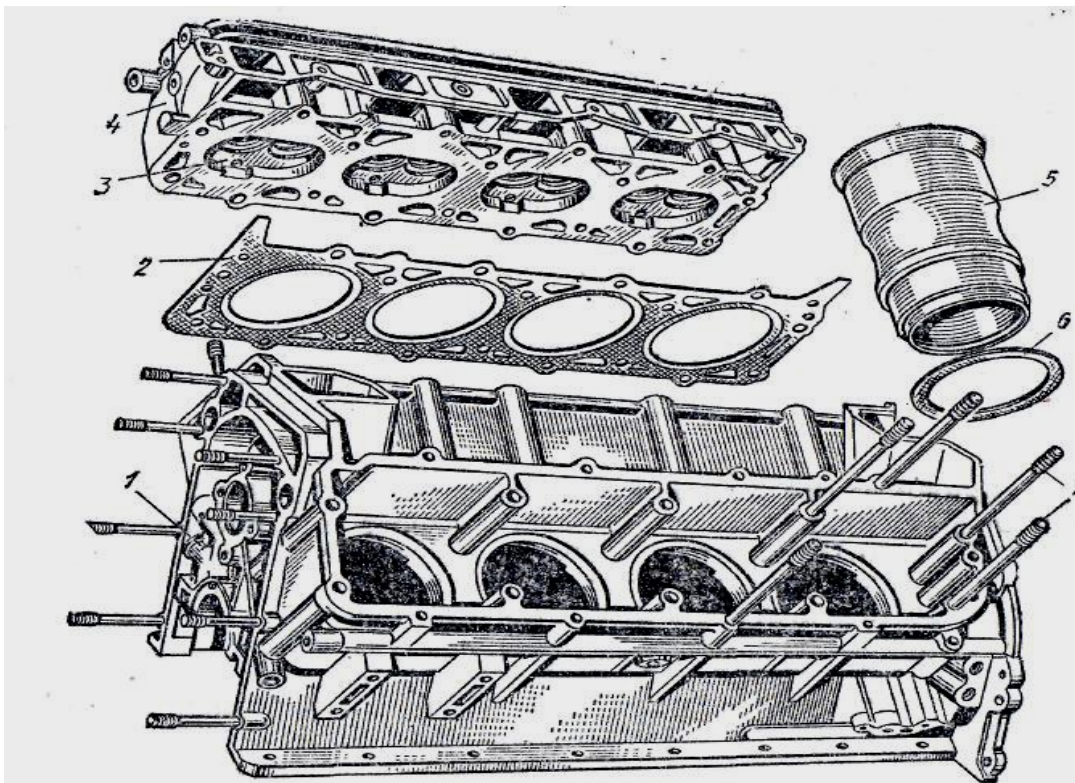

Рис. 8. Блок цилиндров и головка блока V-образного двигателя:
23. Запишите в таблицу № 10 наименование деталей (рис. 8) которые обозначены позициями